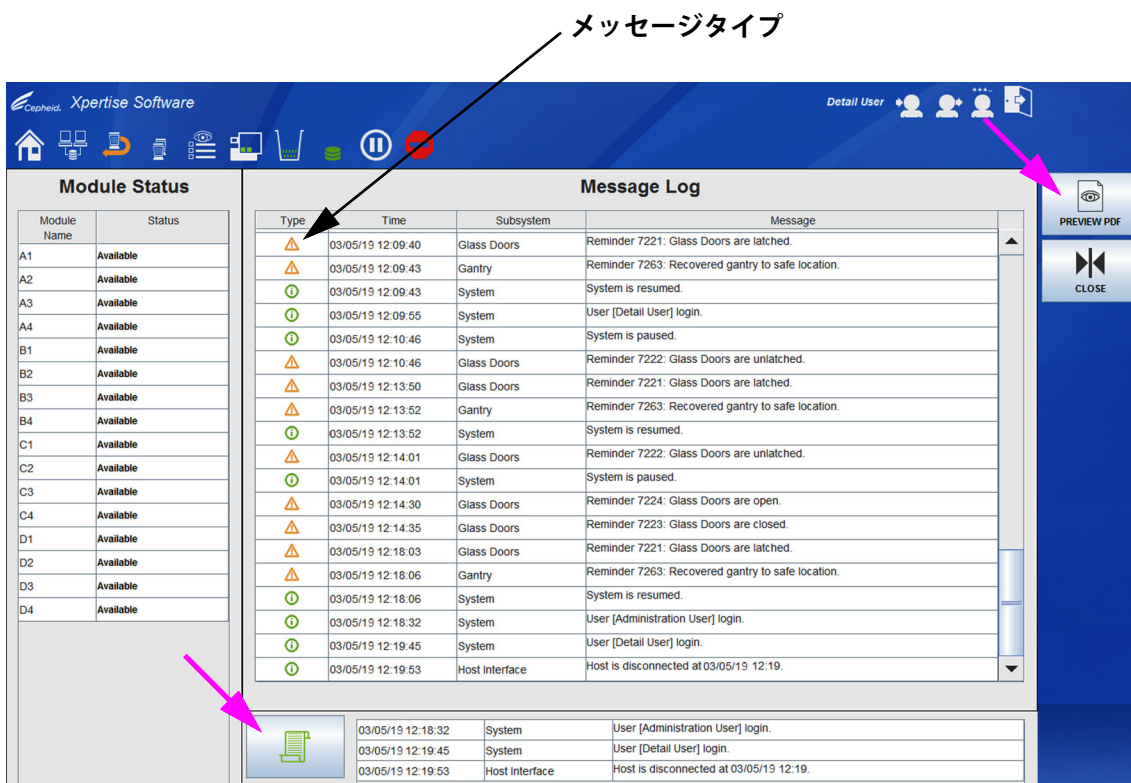
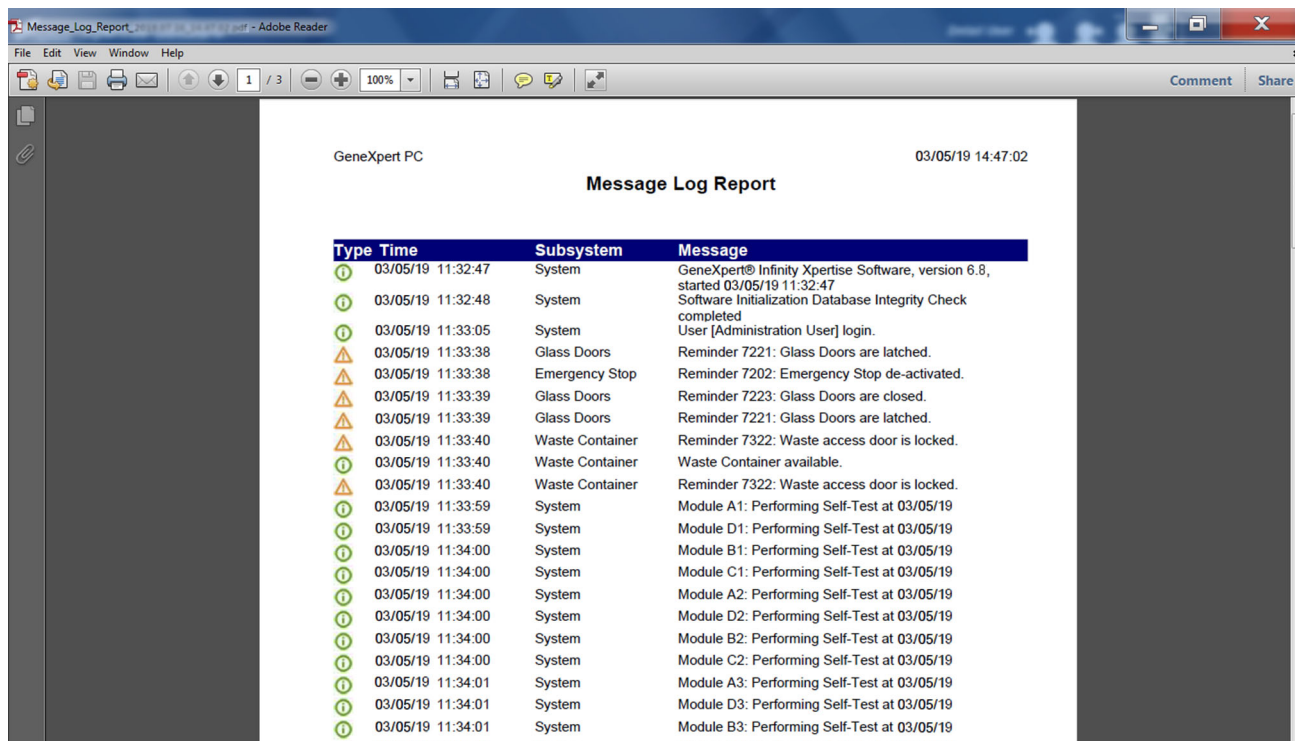

図 10-49. メッセージログワークスペース、システムエラーとメッセージを表示
図 10-50. メッセージログ (Message Log) ワークスペース、Adobe Reader でシステムエラーとメッセージを表示
**メッセージログ (Message Log)** アイコンを押すと、メッセージログ (Message Log) ワークスペースが開き、メッセージログ (Message Log) ワークスペースに最新のメッセージが表示されます。図 10-49 を参照。
メッセージログ (Message Log) アイコンを押すと、ワークスペースに PDF のプレビュー (PREVIEW PDF) ボタンが表示されます (図 10-49 を参照)。PDF のプレビュー (PREVIEW PDF) ボタンを選択して、Adobe Reader ウィンドウにメッセージログレポートを表示します。図 10-50 を参照。必要に応じて、Adobe Reader からファイルを保存したり、印刷したりできます。